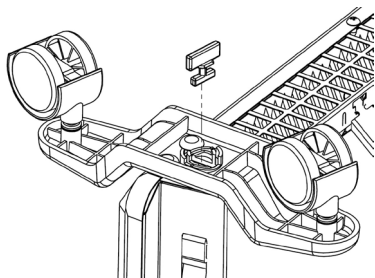

**Рис. 3. Минимальное расстояние до посторонних предметов при настенной установке**
1. Определите место установки прибора с соблюдением минимальных расстояний до посторонних предметов, потолка и пола. (**Рис.3**).